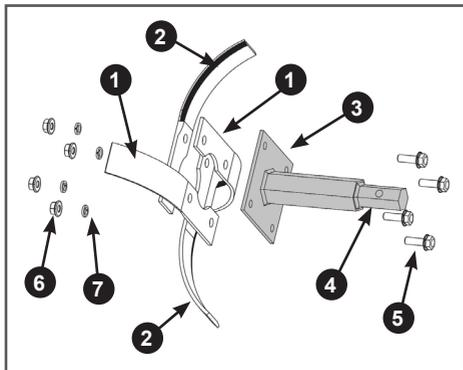

Рис. 19. Сборка дополнительной секции оси фрезы
5. Установите ножи на дополнительную секцию оси фрезы. Со стороны шестигранного хвостовика 1 оси вставьте в отверстия во фланце 2 оси болты 5, далее в соответствии с рисунком 19 на противоположной от хвостовика 1 стороне фланца 2 оси установите правые ножи 3 (имеющие изгиб в сторону от хвостовика). После этого, установите левые ножи 4 (имеющие изгиб к хвостовику 1) как показано на Рис. 19, затем установите пружинные шайбы 6 и закрутите гайки
7 (Рис. 19). Затяните все резьбовые соединения.